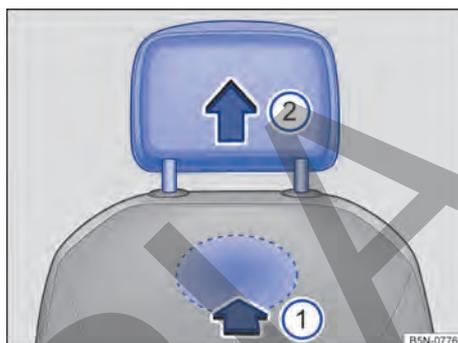

Fig. 63 Apoyacabezas delantero: desmontaje.
2. Para desbloquearlo, busque el rebaje situado en la parte posterior del respaldo por la zona marcada y presione en el sentido de la flecha → fig. 63 .
3. Extraiga el apoyacabezas en el sentido de la flecha → fig. 63 .